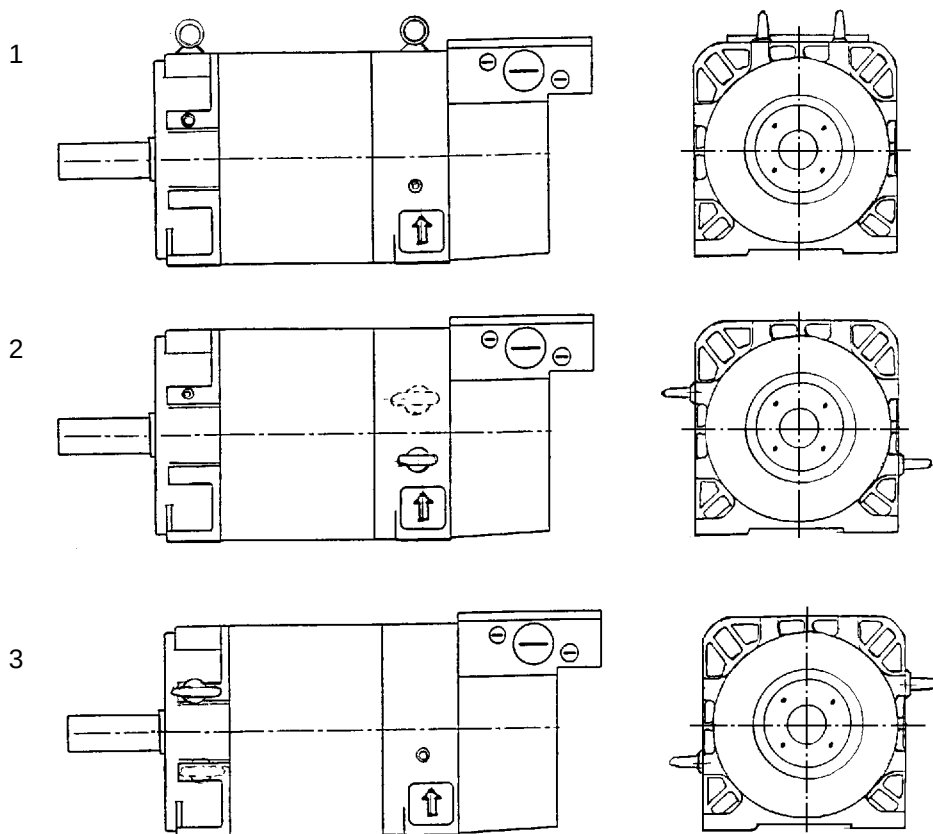

Abb. 3 Anordnung der Hebeösen
- Eingeschraubte Hebeösen sind nach dem Aufstellen fest anzuziehen oder zu entfernen! Anordnung der Hebeösen siehe Abb. 3.